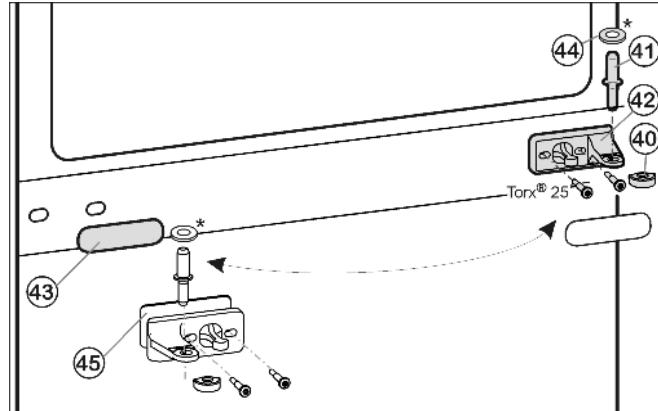

Fig. 13
- Вытащите из опорного кронштейна и нижней дверцы средний опорный палец Fig. 13 (41).
- Вытащите средний опорный палец Fig. 13 (41) с шайбой Fig. 13 (44) из опорного кронштейна и нижней дверцы.
- Снимите пластмассовый колпачок Fig. 13 (40).
- ▶ Открутите средний опорный кронштейн Fig. 13 (42) (2 шт.). Torx® 25.
- ▶ Осторожно снимите накладку Fig. 13 (43).
- ▶ Прикрутите средний опорный кронштейн Fig. 13 (42) с подкладкой Fig. 13 (45) с поворотом на 180° на новую сторону шарнира (**с моментом 4 Нм**).
- ▶ Защелкните накладку Fig. 13 (43), повернув на 180°, на стороне, где теперь будет ручка.
- Снова наденьте пластмассовый колпачок Fig. 13 (40) на средний опорный кронштейн Fig. 13 (42).
- Вставьте средний опорный палец Fig. 13 (41) через средний опорный кронштейн Fig. 13 (42) в нижнюю дверцу.
- Установите шайбу Fig. 13 (44) на средний опорный палец Fig. 13 (41).
- ▶ Установите верхнюю дверцу на средний опорный палец Fig. 13 (41), закройте дверцу и установите верхний опорный кронштейн Fig. 10 (23) так, чтобы он защелкнулся в верхней стороне устройства.